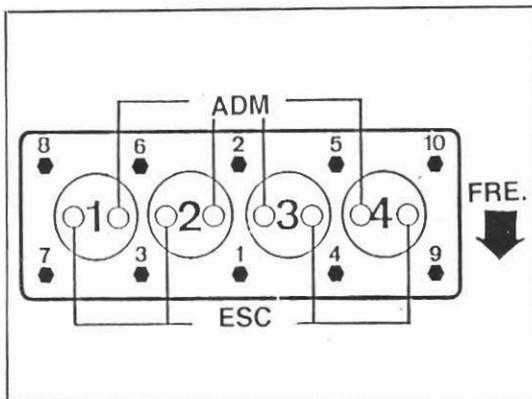

Fig.2 — Disposição das válvulas e dos cilindros
- Desmontar a tampa das válvulas, com a sua junta (fig.2).